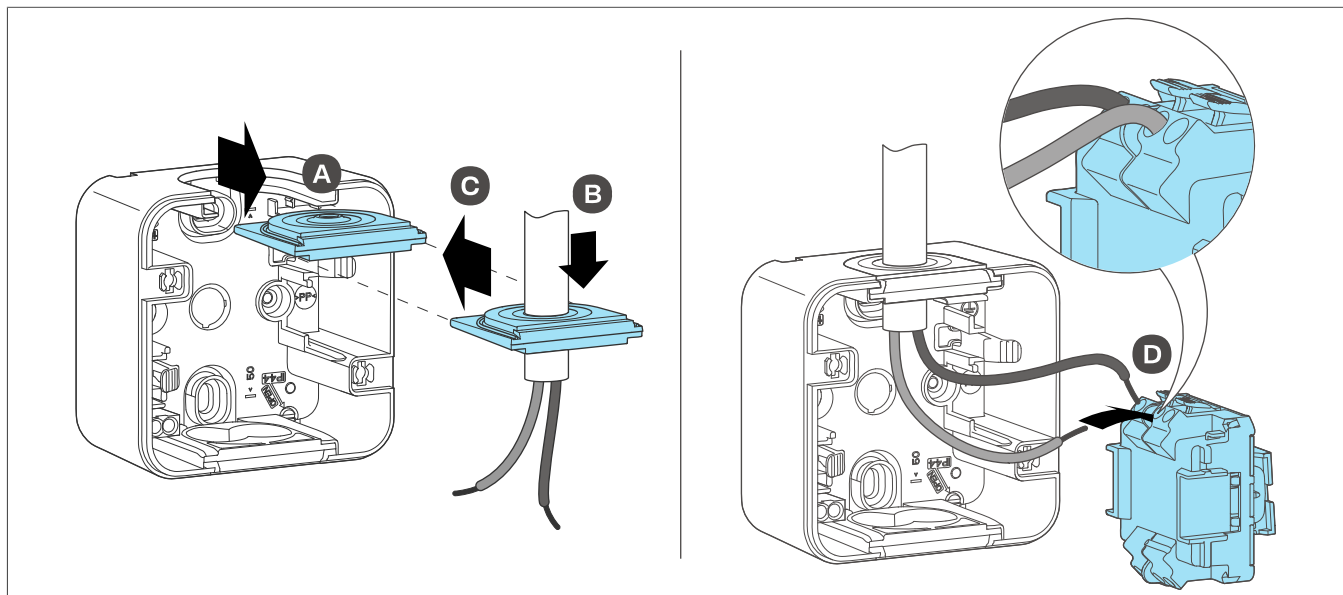

Fig. 9: Passacavo (sinistra)/inserto cavi (destra)
- 1 Rimuovere il passacavo (6) superiore/inferiore dalla parte inferiore scatola in base alla direzione del cavo posato **A** (Fig. 9, a sinistra).
- 2 Spingere il cavo attraverso il passacavo **B** e reinserire il passacavo nella parte inferiore scatola **C** (Fig. 9, a sinistra).
- 3 Cablare la linea di fase e la linea di carico all'inserto (4) **D** (Fig. 9, a destra).